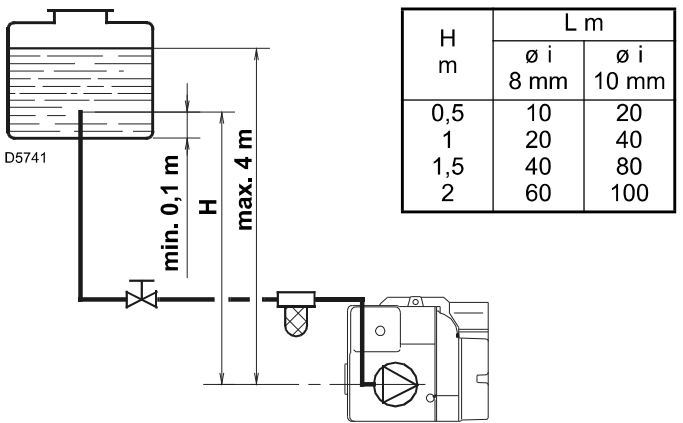
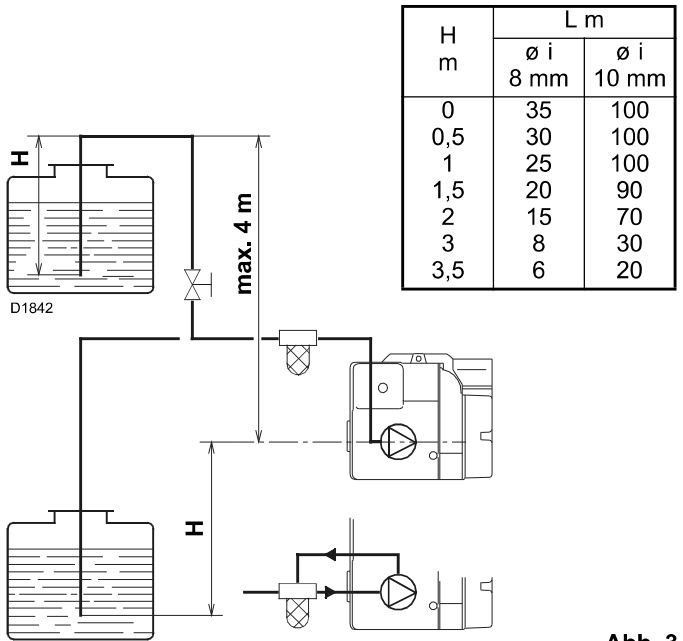
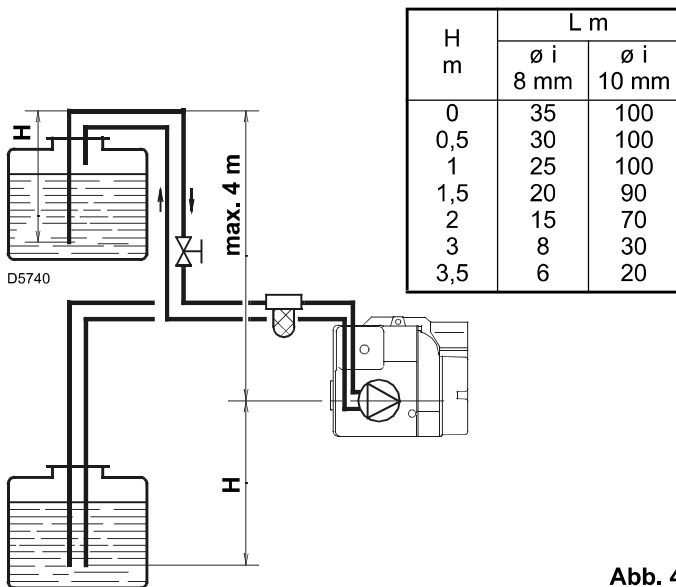
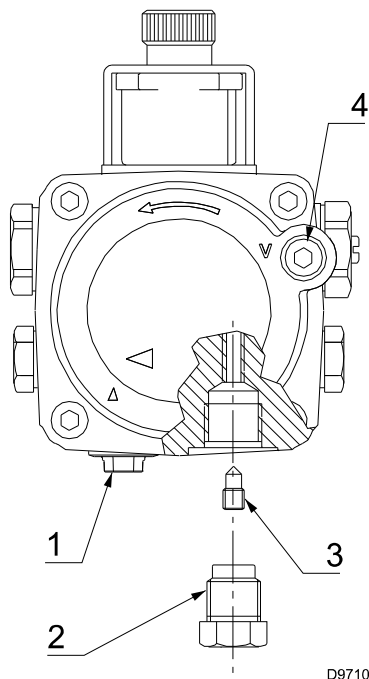

Abb. 2
Abb. 3
Abb. 4
Abb. 5
- Dies ist nur bei Einrohr-Anlagen erforderlich (Abb. 2). In der Anlage von Abb. 2 genügt es, den Anschluss des Vakuummessers 4) (Abb. 5) zu lösen und das Austreten des Brennstoffs abzuwarten.
- In den Anlagen von Abb. 3 und Abb. 4 wird die Luft automatisch nach dem Starten des Brenners ausgestoßen.
Legende (Abb. 2, Abb. 3 und Abb. 4)
Die Pumpe (Abb. 5) ist für den zweirohr-Betrieb vorgerüstet ausschließlich der Pumpe code 20034559.
Legende (Abb. 5)
Der Blindstopfen der Ölzufuhr (Saugleitung 1) (Abb. 5) besteht aus Kunststoff. Nachdem er entfernt wurde, muss er weggeworfen werden und darf nicht unter anderen Bedingungen wiederverwendet werden.